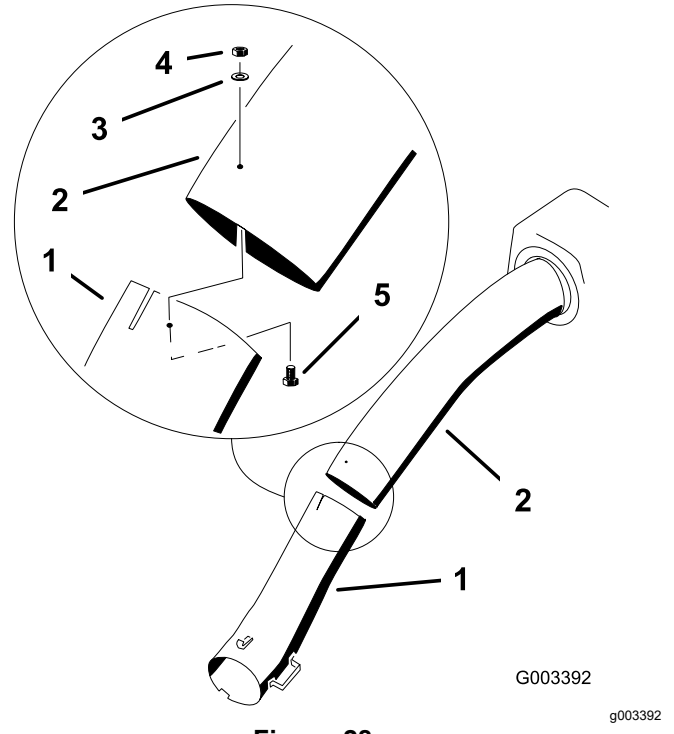

Figura 28
11. Una los tubos superior e inferior con 3 pernos (Nº 10 x 3/4"), 3 arandelas planas (7/32"), y 3 contratuercas (Nº 10), según se muestra en la figura **Figura 28**.